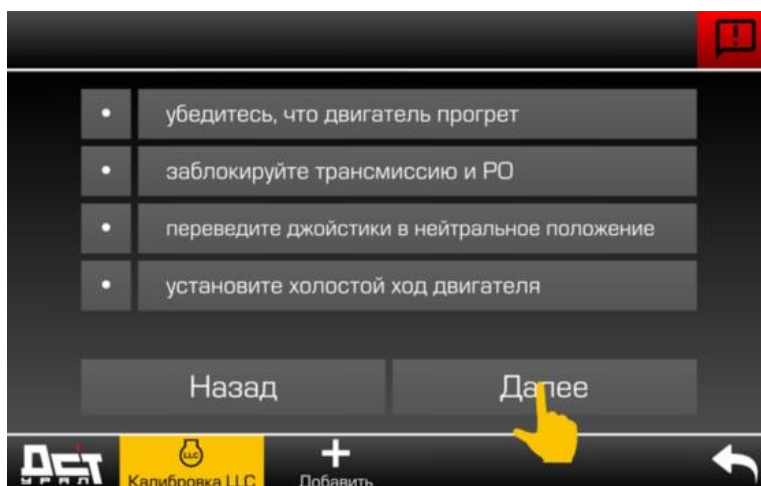

Рисунок 5.129. Вкладка «Калибровка LLC»
- Убедиться, что двигатель прогрет, нажать кнопку безопасности, перевести джойстики в нейтральное положение, установить холостой ход двигателя и нажать кнопку «Далее», см. рис. 5.129.